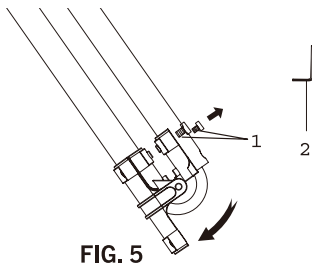

FIG. 5
2. Retirez la vis du manche fig. 5 (1).